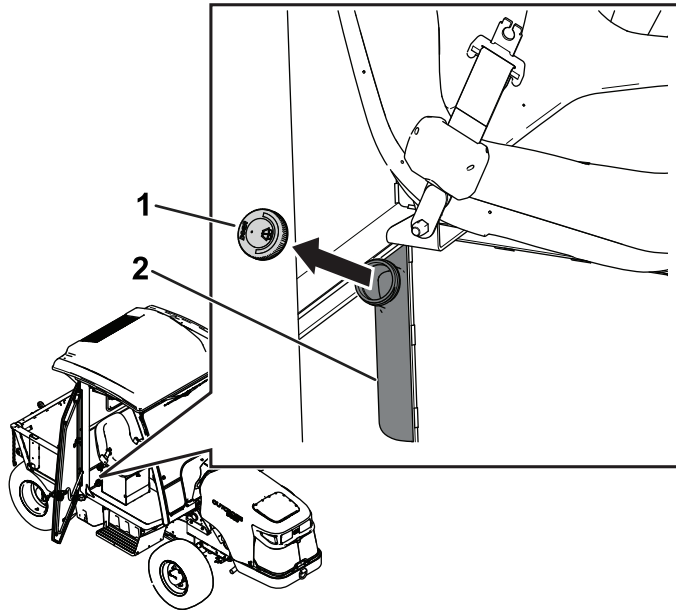

Figura 119
1. Togliete il tappo del serbatoio (Figura 119).